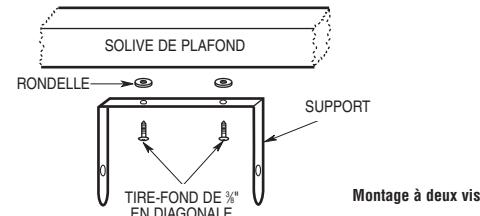

Figure 2
- Enlevez le support du radiateur et positionnez-le à l'emplacement de montage désiré (Voyez la Figure 2). Fixez-le solidement sur la structure de la construction en utilisant de la visserie adaptée (fourniture locale).